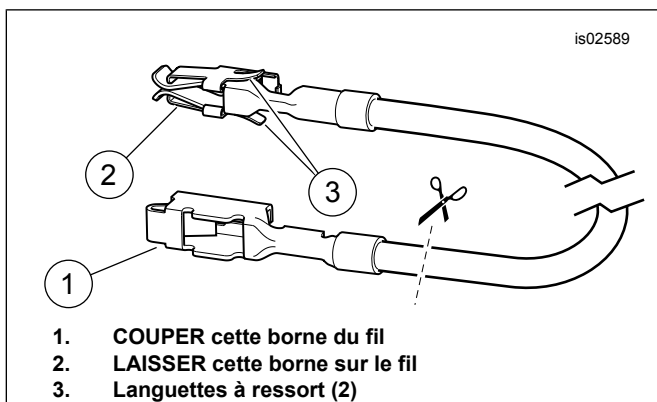

Figure 7. Fil adaptateur de bloc fusibles (Dyna et Softail)
3. Voir Figure 16. Prendre le fil adaptateur orange/blanc (15) du bloc fusibles dans le kit. Bien noter la borne à chaque extrémité ( Voir la figure 7. ). Seule la borne avec les languettes à ressort convient au bloc fusibles. Couper avec soin la borne non utilisée du fil et la mettre de côté.
3. Voir Figure 16. Prendre le fil adaptateur orange/blanc (15) du bloc fusibles dans le kit. Bien noter la borne à chaque extrémité (voir Figure 7 ). Seule la borne avec les languettes à ressort convient au bloc fusibles. Couper avec soin la borne non utilisée du fil et la mettre de côté.